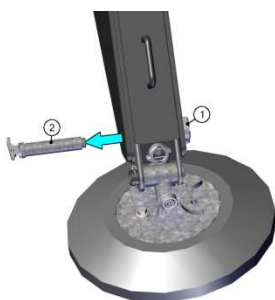

Abbildung 36
- Drehen Sie den Kunststoff-Arretierring (1) nach rechts und ziehen Sie den Bolzen (2) aus dem Stützfuß (siehe Abbildung 36).